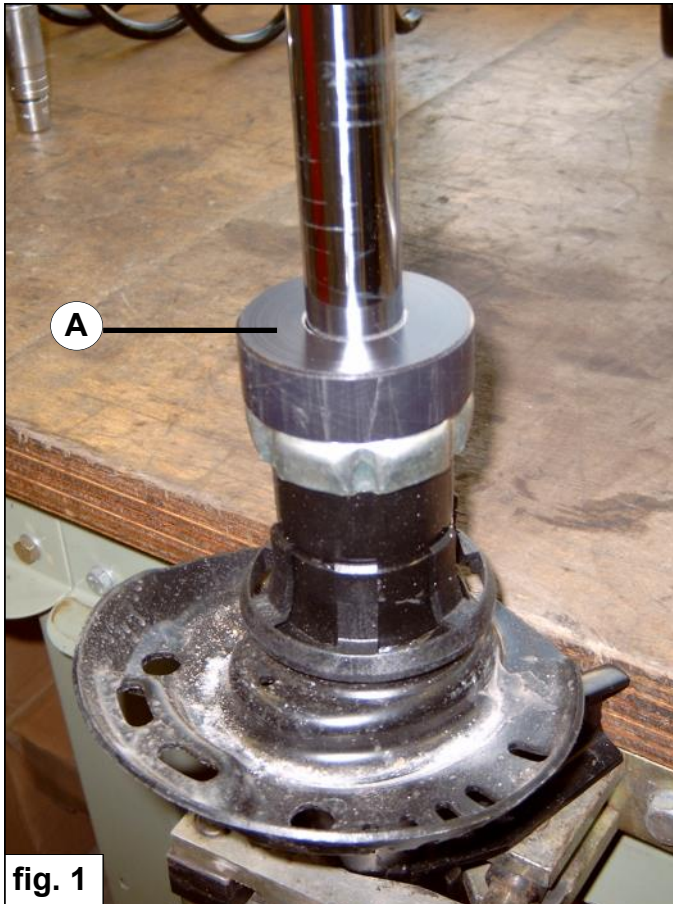

fig. 1
5. Verwijder het beschermfolie van de plakstrips op de bufferverhoger en plak de bufferverhoger **A** op de schokdemperkap. Zie fig. 1.